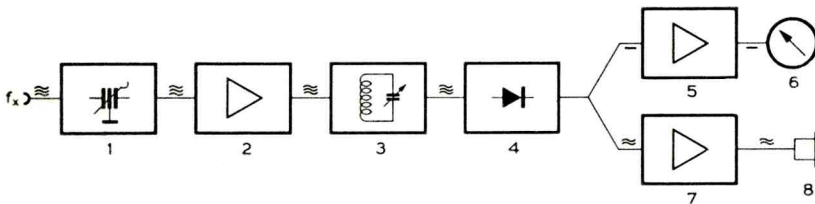

Bild 1. Blockschaltbild des Frequenzmessers Type WEN
Bild 1 zeigt das Blockschaltbild des WEN. Die Spannung, deren Frequenz f_x gemessen werden soll, wird über einen kapazitiven Spannungsteiler (1) dem Gitter einer Verstärkerröhre (2) zugeführt. Deren Anodenkreis (3) wird auf die Meßfrequenz abgestimmt. Die an (3) auftretende Resonanzspannung wird in der Diodenstrecke (4) gleichgerichtet. Die Richtgleichspannung gelangt an einen Gleichstromverstärker (5) und wird von dem Drehspulstrommesser (6) angezeigt. Ist die Eingangsspannung amplitudenmoduliert, so tritt